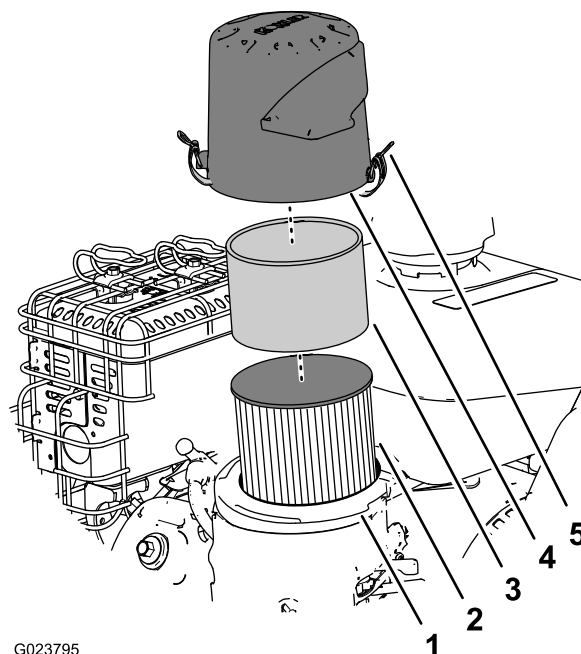

Figura 25
2. Togliete il coperchio e pulitelo accuratamente (Figura 25).
3. Togliete il prefiltro in schiuma sintetica, lavatelo con acqua e detersivo neutro, infine tamponatelo finché non è asciutto (Figura 25).
4. Togliete e controllate il filtro di carta dell'aria (Figura 25); gettatelo se è eccessivamente sporco.
6. Montate il prefiltro in schiuma sintetica sul filtro di carta dell'aria (Figura 25).
7. Montate il gruppo del filtro dell'aria sulla relativa base (Figura 25).